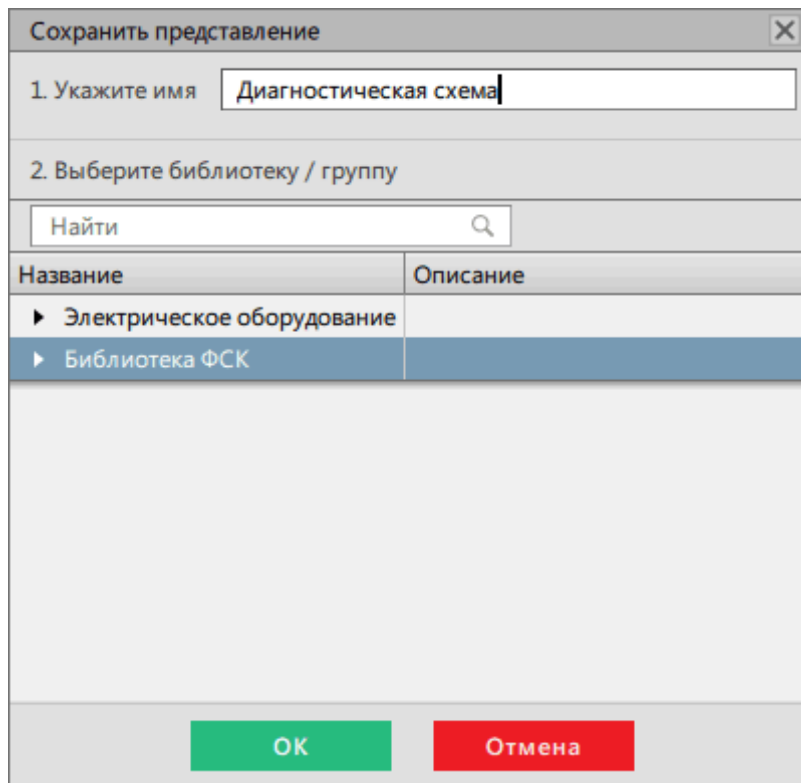

Рисунок 379 - Сохранить мнемокадр
11. Выберите библиотеку/группу сохранения мнемокадра и задайте имя мнемокадра (Рисунок 379).